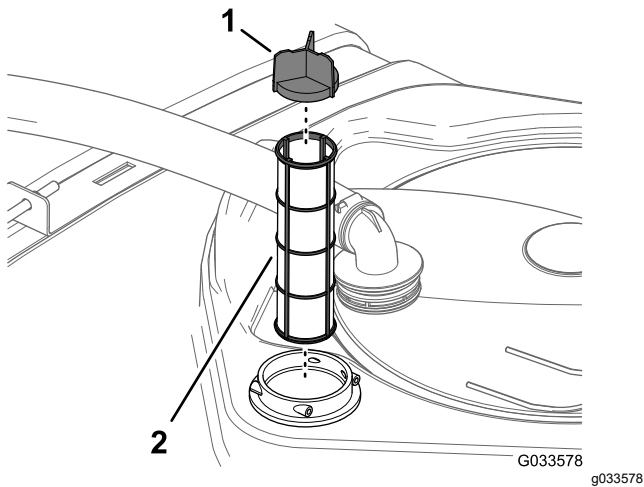

Figura 28
4. Retire el filtro de aspiración del alojamiento del filtro del depósito (Figura 28).